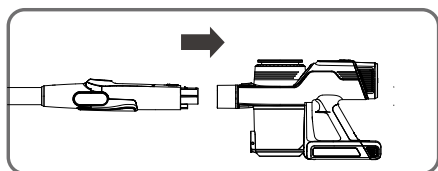

Рисунок 1
- Расположите конец сгибаемой штанги горизонтально относительно отверстия для всасывания на основном блоке и вставьте штангу в него до щелчка (рисунок 1);